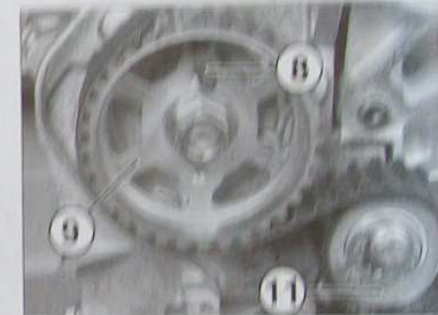

FIG. 12
- 15. Introduire la pince (Ø 5 mm) (8) dans la roue dentée de la pompe haute pression (9) (outil réf. (-) 9194.4) (Fig. 12).